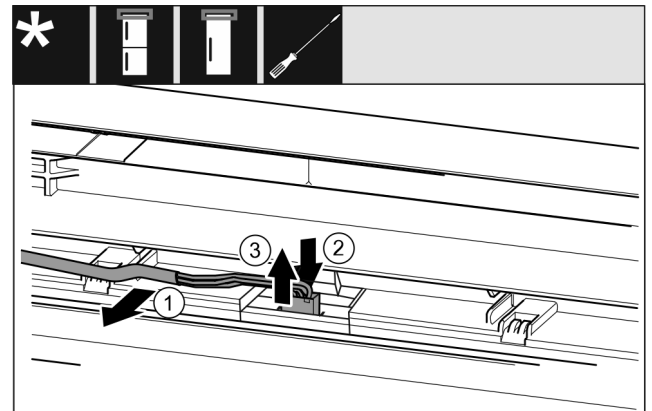

Fig. 19 Réfrigérateurs-congérateurs / congérateurs / réfrigérateurs
- ▶ Désolidariser avec précaution le câble Fig. 19 (1) du guide dans la porte.
- ▶ Pousser la languette Fig. 19 (2) derrière le connecteur vers l'arrière.
- ▶ Retirer avec précaution le connecteur Fig. 19 (3) par le haut.